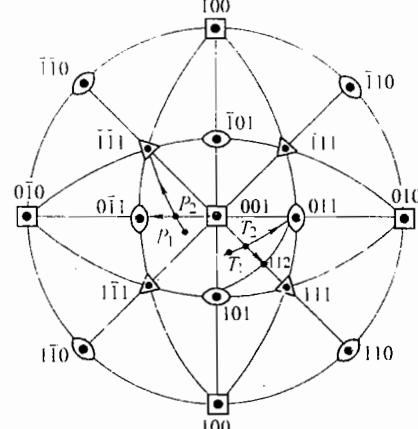

图 1-1 第一题第 2 小题解答图
2.  $\alpha$ -黄铜为 FCC 结构，滑移系统为  $\{111\} <10\bar{1}>$ 。沿轧向受到拉力的作用，晶体滑移转动。如图 1-1 所示，在晶体学坐标系中，设拉力轴  $T_1$  位于  $001-10\bar{1}-111$  取向三角形中，则始滑移系为  $(1\bar{1}1)[011]$ ，拉力轴转向  $[011]$  方向，使拉力轴与滑移方向的夹角  $\lambda$  减小。当力轴到达两个取向三角形的公共边，即  $T_2$  时，开始发生双滑移，滑移系  $(1\bar{1}1)[101]$  也启动，拉力轴既转向  $[011]$  方向，又转向  $[101]$  方向，结果沿公共边转动。到达  $[112]$  方向时，由于  $[101]$ 、 $[112]$ 、 $[011]$  位于同一个大圆上，两个  $\lambda$  角同时减小到最小值，故  $[112]$  为最终稳定位置，从而使  $<112>$  方向趋于轧向；在轧面上受到压力作用，设压力轴  $P_1$  位于  $001-0\bar{1}1-1\bar{1}1$  取向三角形中，则始滑移系为  $(1\bar{1}1)[101]$ ，压力轴转向  $(111)$  面，使压力轴与滑移面的夹角  $\phi$  减小。当力轴到达两个取向三角形的公共边，即  $P_2$  时，开始发生双滑移，滑移系  $(1\bar{1}1)[\bar{1}01]$  也启动，压力轴既转向  $(111)$  面，又转向  $(1\bar{1}1)$  面，结果沿公共边转动。到达  $(011)$  面时，由于  $(1\bar{1}1)$ 、 $(011)$ 、 $(1\bar{1}1)$  位于同一大圆上，两个  $\phi$  角同时减小到最小值，故  $(011)$  为最终稳定位置，从而使  $(011)$  面趋于平行于轧面。其结果， $\{110\} \parallel$  轧面， $<112> \parallel$  轧向。